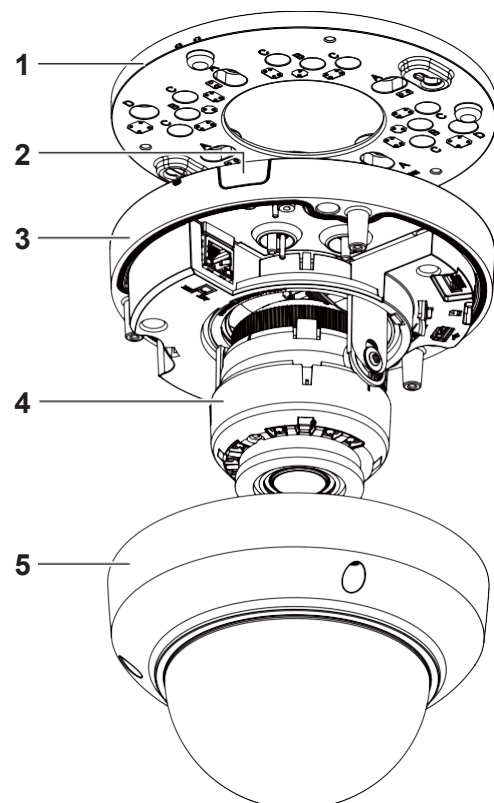
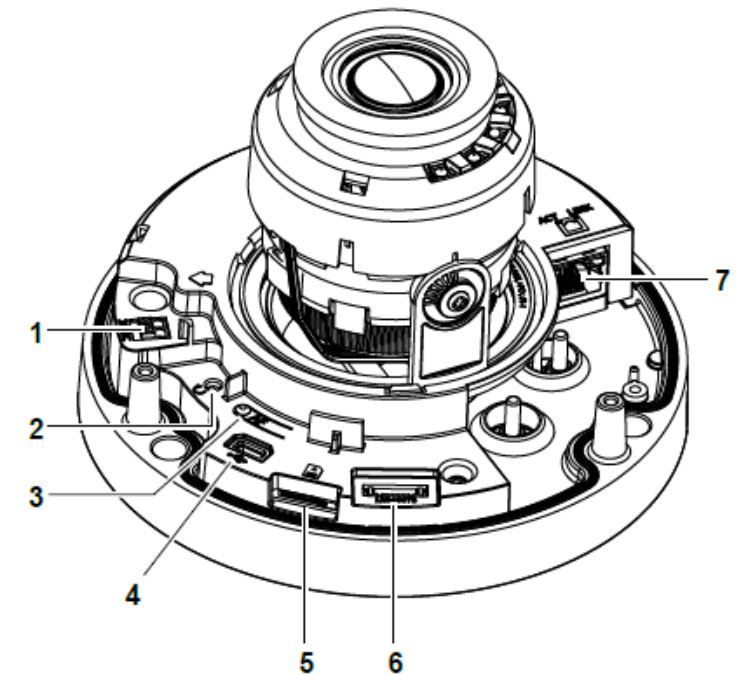

Abbildung 1
Abbildung 2
Kamerateile: Abbildung 1
4. Schrauben Sie die drei Schrauben der Kamerakuppel (5) (Abbildung 1) heraus, um die Kuppel von der Kamerabasis zu entfernen (3) (Abbildung 1).
Kameraschalter und -anschlüsse: Abbildung 2
7. Bevor Sie die Montageplatte (1) (Abbildung 2) an die Kamerabasis verriegeln, müssen Sie das Kabel durch die Eingangsöffnung an der Seite der Kamerabasis (2) (Abbildung 1) **oder** durch die Kabelbohrung in der Kamera-Montageplatte führen.